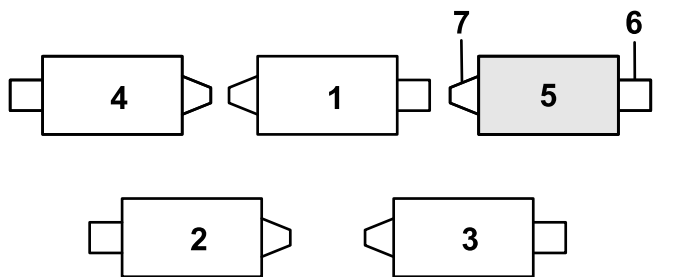

Figura 11
1. Se o perno de gancho for instalado no orifício posterior da haste de mola de compensação, remova o perno de gancho e insira-o no orifício junto ao suporte (Figura 11).